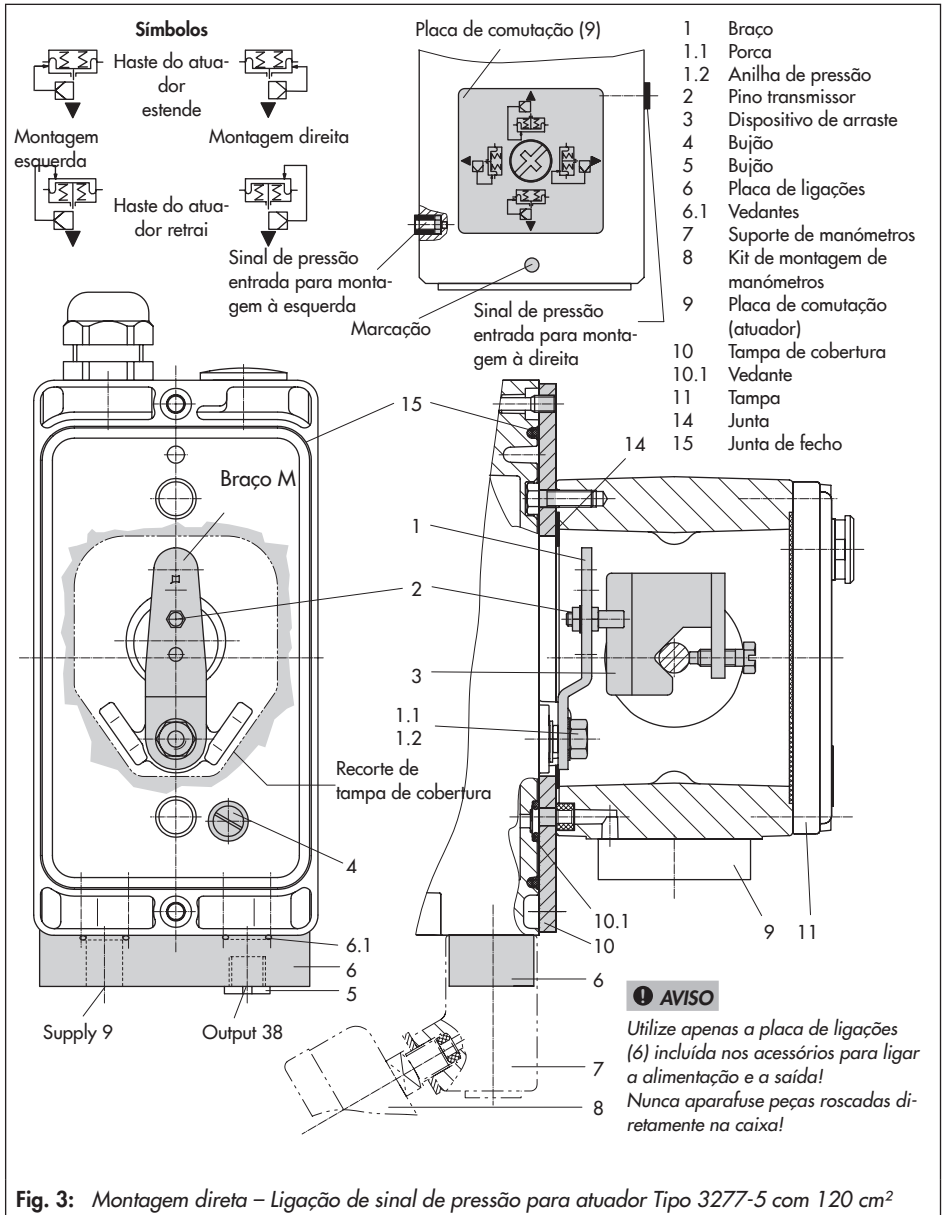

Fig. 3: Montagem direta – Ligação de sinal de pressão para atuador Tipo 3277-5 com 120 cm²
Atuador com 120 cm² (consulte Fig. 3)
1. Monte a placa de ligações (6) ou suporte de manómetros (7) com manómetros no posicionador, certificando-se de que os dois vedantes (6.1) estão corretamente assentes.
2. Retire o bujão (4) na parte de trás do posicionador e vede a saída do sinal de pressão (38) na placa de ligações (6) ou no suporte de manómetros (7) com o bujão (5) incluído nos acessórios.
3. Coloque o dispositivo de arraste (3) na haste do atuador, alinhe e aperte firmemente de modo a que o parafuso de montagem fique localizado na ranhura da haste do atuador.
4. Monte a tampa de cobertura (10) com o lado estreito do recorte (Fig. 3, à esquerda) direcionado para a ligação do sinal de pressão. Certifique-se de que a junta (14) fica direcionada para a arcada do atuador.
5. **Curso de 15 mm:** Mantenha o pino transmissor (2) no braço **M** (1) na parte de trás do posicionador na posição de pino **35** (estado de entrega).